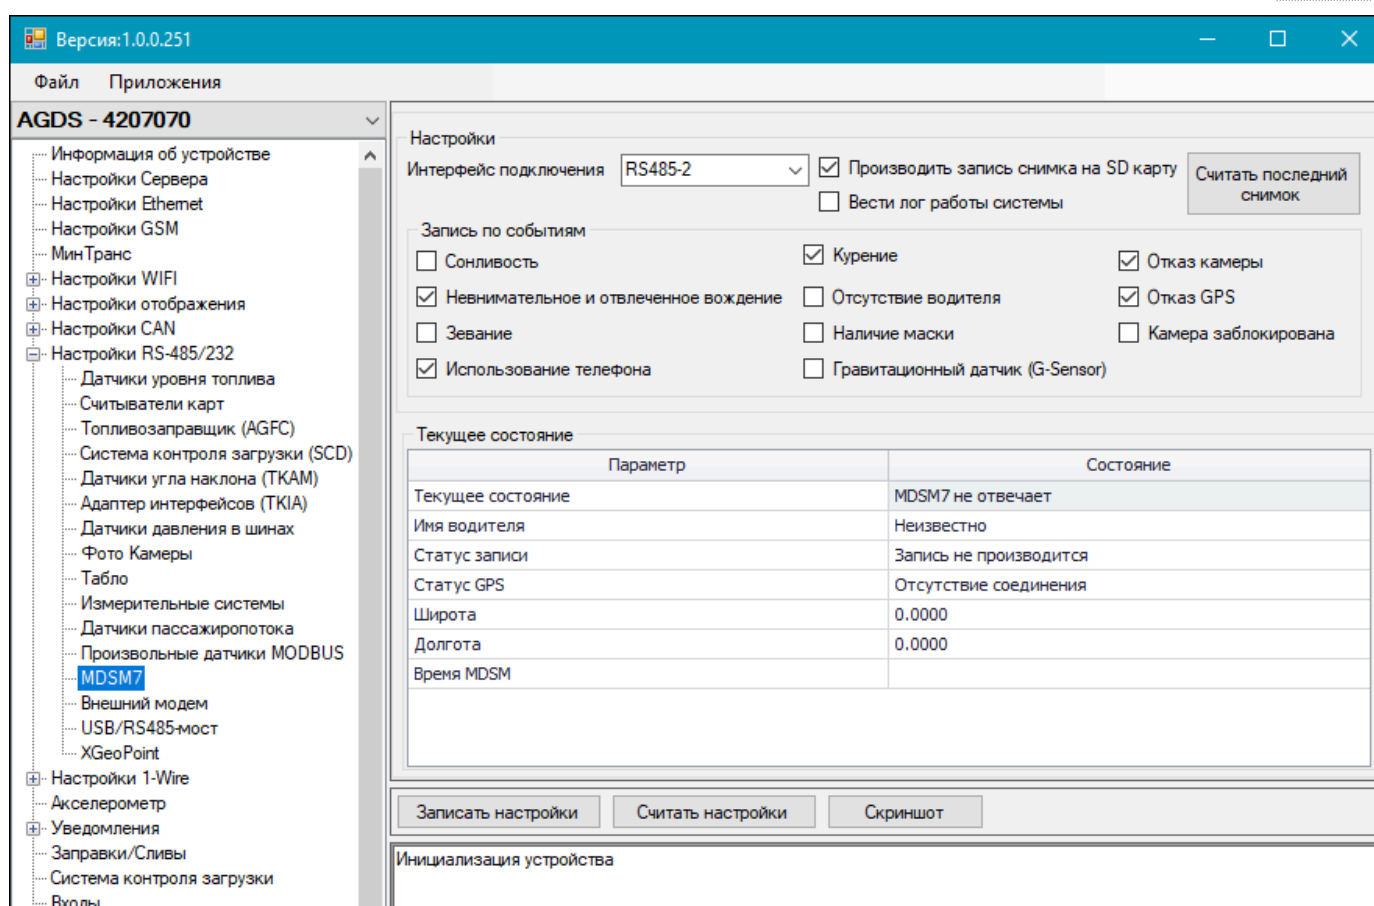

Рис.89. Рабочая область пункта «MDSM7»
2. Выберите в списке программы-конфигуратора пункты Настройка RS-485/232 | MDSM7 (Рис.89).